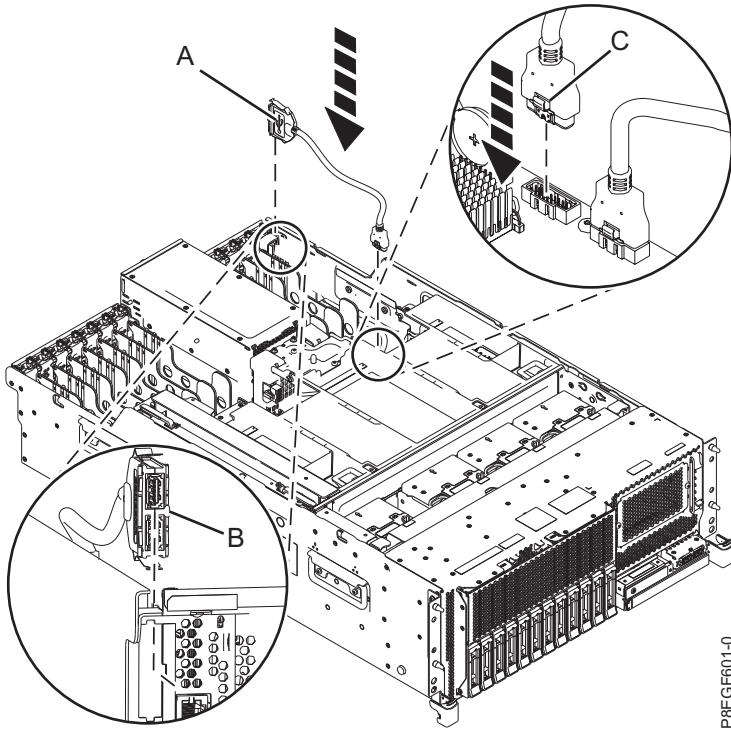
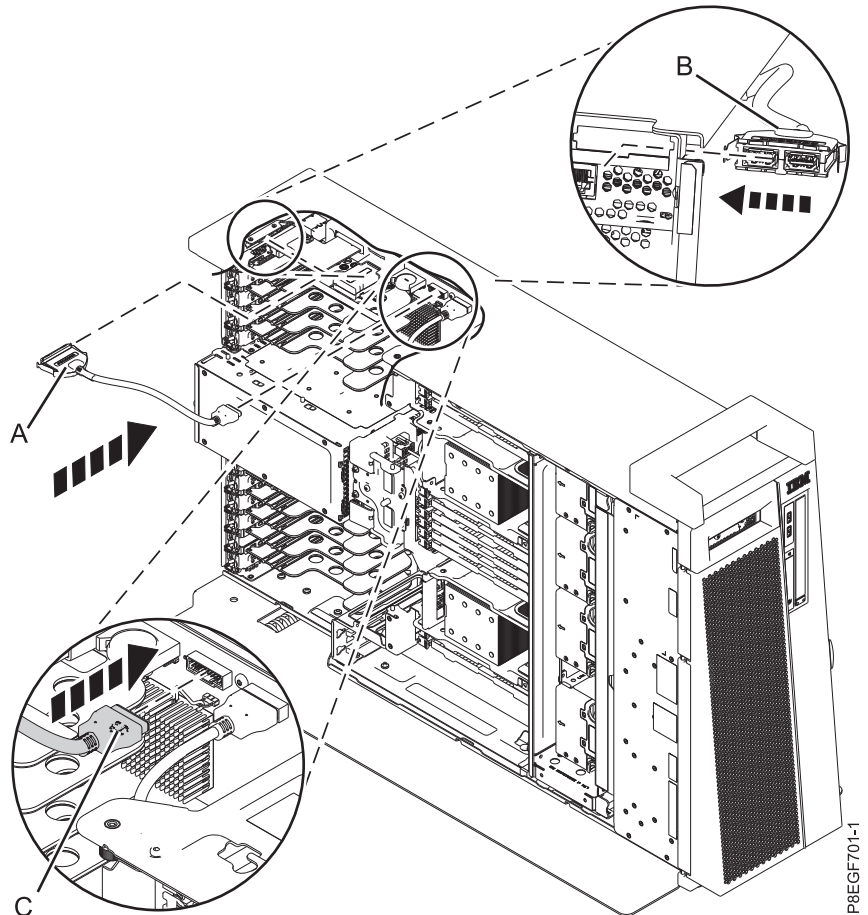

Figura 3. Sustitución del cable USB posterior
Figura 4. Sustitución del cable USB posterior en la versión de torre del 8286-41A
2. Inserte el alojamiento del cable USB posterior (A) en la apertura de la parte posterior del sistema, en la ubicación P1-T1, P1-T2, como se muestra en Figura 3 en la página 6, o Figura 4 en la página 7 para la versión autónoma del 8286-41A.
4. Enchufe el otro extremo del cable USB posterior (C) en el conector de la placa posterior del sistema.